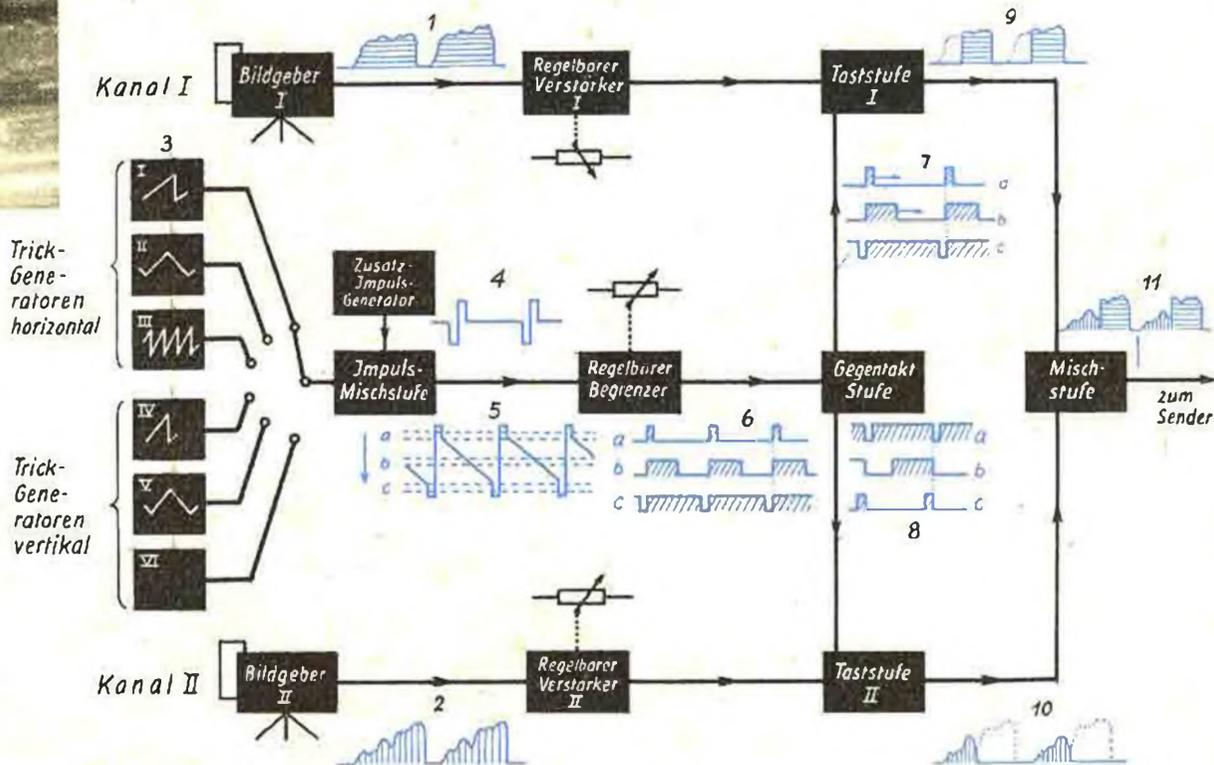

Abb. 2. Blockschema des Trick-Überblendpultes
Unter diesen Voraussetzungen ergab sich das Prinzip nach Abb. 2.
I. Amplitudenüberblendung (s. Abb. 2)
Wie aus Abb. 2 ersichtlich, sind zur Tricküberblendung folgende elektrische Einheiten erforderlich: Trickgeneratoren, ein Zusatzimpulsgenerator, eine Impulsmischstufe, ein regelbarer Begrenzer, eine Gegentaktstufe und zwei Taststufen.
Das entstandene Gemisch 5 wird nun dem wahlweise von Hand oder automatisch regelbaren Begrenzer zugeführt. Dieser Begrenzer schneidet aus dem Signal 5 einen schmalen Amplitudenbereich heraus (durch a, b und c in Abb. 2 angedeutet) und verwandelt ihn in Rechteckimpulse 6. Ändert man die Einstellung des Begrenzers — und das entspricht der Auslösung der Tricküberblendung —, so wird der zunächst schmale positive Impuls 6a ein breiter Impuls 6b, um schließlich in den Impuls 6c überzugehen.
Zweck der Zusatzimpulse (siehe auch Abb. 2)
Der Begrenzer soll aus dem Sägezahn des Trickgenerators einen schmalen Amplitudenbereich heraus schneiden und in Rechteckimpulse verwandeln. Dabei muß in der einen Endstellung der Rechteckimpuls 6 so schmal sein, daß das Videosignal 1 ganz gesperrt und Signal 2 ganz durchgelassen wird. Umgekehrt muß in der anderen Endstellung der Rechteckimpuls so breit sein, daß Videosignal 1 voll durchgelassen und Signal 2 gesperrt wird (Abb. 2), d. h., der positive Impuls 6a und der negative Impuls 6c müssen in die Austastlücken fallen. Das ist erforderlich, um in den Endstellungen jeweils nur das Bild eines Kanals